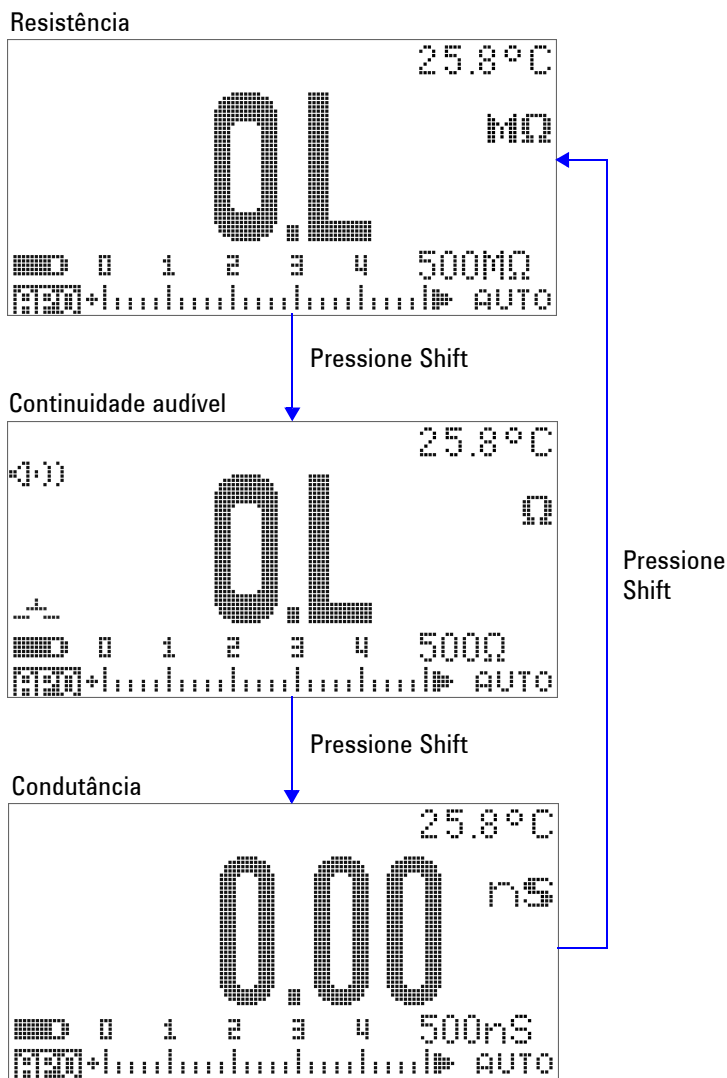

Figura 2-9 Testes de resistência, continuidade audível e condutância
- 4 Pressione  para acessar o teste de continuidade audível ( ou , dependendo das configurações), a medição de condutância () e a medição de resistência ( ou ) como visto na Figura 2-9 na página 43.